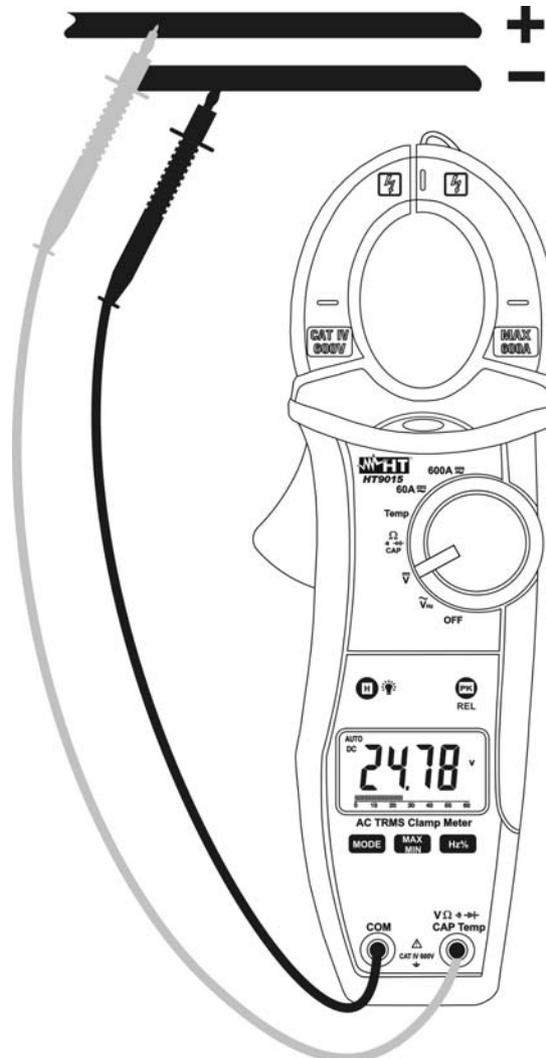

Fig. 4: Uso della pinza in misura di Tensione DC
2. Inserire il cavo rosso nel terminale di ingresso $V\Omega\text{)}\text{)} \rightarrow \text{CAPHz\%Temp}$ e il cavo nero nel terminale di ingresso **COM** (Fig. 4)